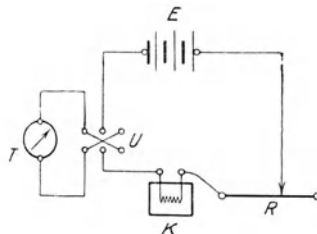

Fig. 163.
b) Setze das Kalorimeter  $K$  in die Schutzhülle, schalte es nach Fig. 163 in einen Stromkreis, der aus 3 Sammlern  $E$ , einem Stromschwächer  $R$ , den 4 Windungen der Tangentenbussole  $T$  (Strommesser) und der Wippe  $U$  (Ausschalter) besteht. Bestimme den Nullpunkt der Tangentenbussole. Schließe den Strom und regle den Widerstand so, daß die Ostspitze des Zeigers um  $45^\circ$  abgelenkt wird. Öffne den Strom, rühre die Flüssigkeit mit dem Thermometer gut um und lies die Wärmestufe ab.